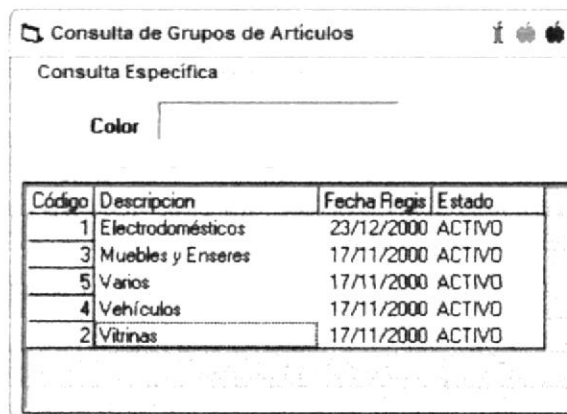

Figura 3.70 Pantalla de Consulta de Grupos de Artículos
1. Dar clic en el botón de Búsqueda  y aparecerá la pantalla de consulta de Grupos.(Ver Figura 3.70).
2. Elija el Grupo que desea modificar dando doble clic en la descripción de este en la Pantalla "Consulta de Grupos de Artículos" (Ver Figura 3.70) y volverá automáticamente a la pantalla anterior con todos los campos llenos.